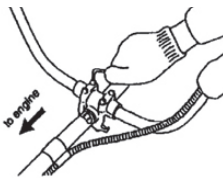

Рис.2
1. Расположите верхнюю и среднюю части крепления соответственно сверху и снизу рукоятки (см. рис.2).